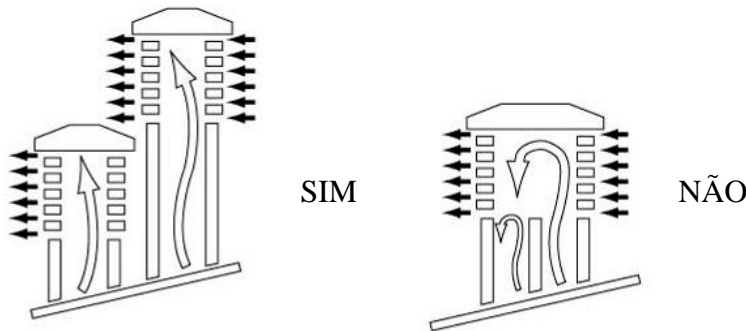

Fig.3
-Se forem utilizadas chaminés com saídas paralelas, é aconselhável que aquela a barlavento seja um elemento mais elevada. (fig.3)